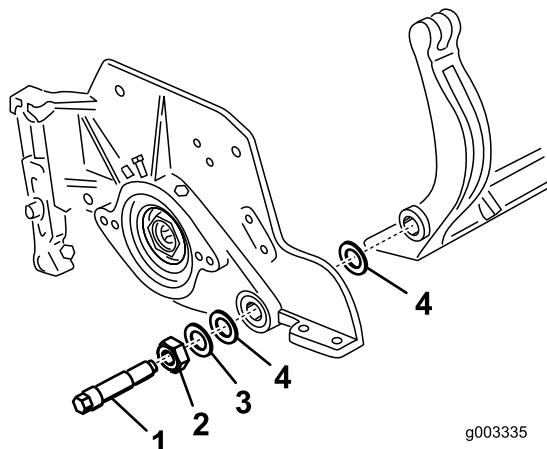

Figura 25
Guarde as duas anilhas de nylon e anilha de aço de cada uma das extremidades da barra de apoio (Figura 25).
- Coloque uma anilha de nylon de cada lado da placa lateral. Coloque uma anilha de aço no exterior de cada uma das arruelas de nylon (Figura 25).